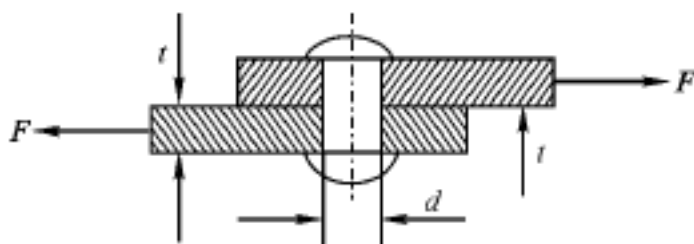

图 3.2
3. 如图 3.2 所示连接件, 铆钉的剪切应力为(), 挤压应力为()。